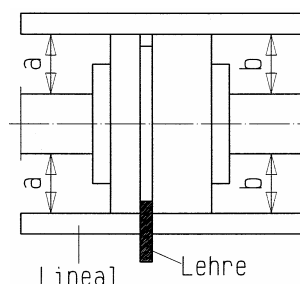

Bild 4 - Ausrichten der Kupplung mit Lehre und Lineal
- Das Aggregat ist richtig ausgerichtet, wenn ein über beide Kupplungshälften axial gelegtes Lineal überall auf dem Umfang gleichen Abstand von der jeweiligen Welle hat. Ferner müssen beide Kupplungshälften überall am Umfang gleichen Abstand voneinander haben. Dies ist mit Taster, Lehre oder Messuhr nachzuprüfen; siehe Bild 4 und 5.